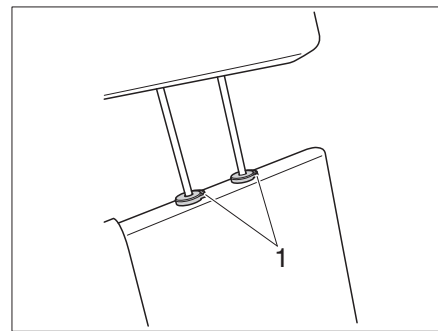

Fig. 18 Appuie-tête, banquette (Variante 2)
- Appuyer sur les deux boutons de sécurité (Fig. 18, 1) et régler et/ou retirer l'appuie-tête.